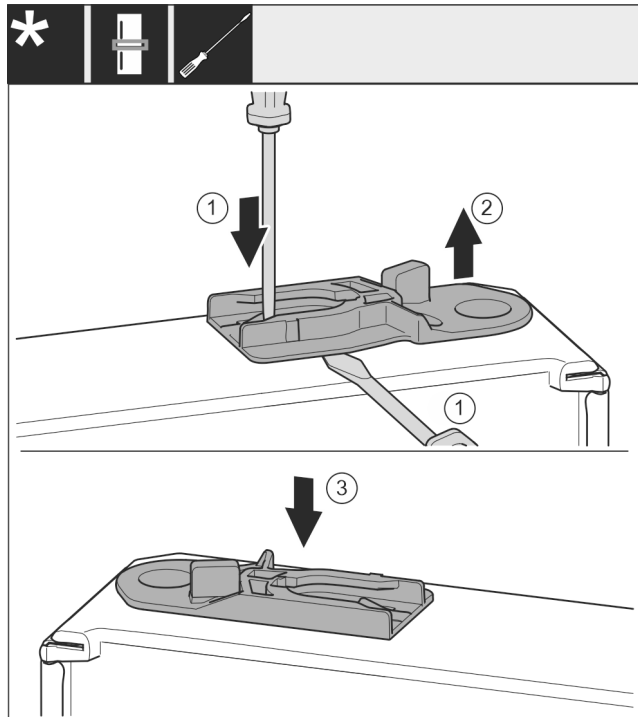

Fig. 48 *
- Geleidebus uittrekken: Strip Fig. 48 (1) met platte schroevendraaier indrukken en gelijktijdig een platte schroevendraaier onder de geleidebus Fig. 48 (2) plaatsen.*
- In de leveringsomvang meegeleverde geleidebus Fig. 48 (3) in de andere behuizingszijde schuiven.*